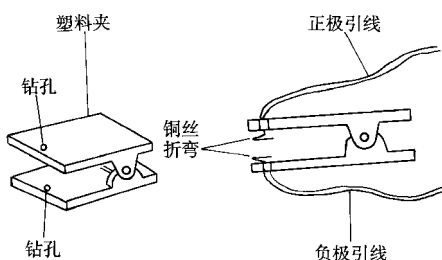

图 1-10
(10) 为了缩小体积, 电源采用一枚 3V 纽扣锂电池。电池夹可用一只小塑料票夹改制(见图 1-10)。在塑料夹子上、下两部分的前端各钻一个小孔(见图 1-10 之左图), 将正、负极电源引线的头部剥去大约 10mm 左右的绝缘外皮, 露出铜丝, 再将裸露出的铜丝分别穿过塑料夹子的上、下两部分前端的小孔后折弯(见图 1-10 之右图)。电源正极引线在上方, 负极引线在下方, 裸露的铜丝部分均应朝向塑料电池夹子内侧。